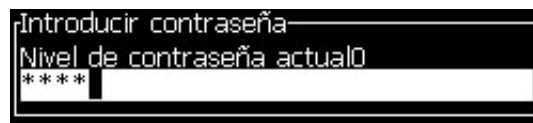

Figura 4-11: Cuadro de diálogo *Introducir contraseña*
- 1 Pulse *Alt + w* y seleccione la opción *Introducir contraseña* en el menú *Contraseña*. Aparecerá el cuadro de diálogo *Introducir contraseña* (consulte Figura 4-11).